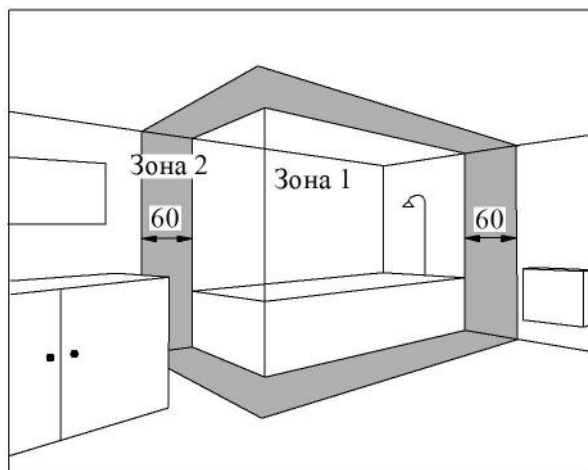

Рис. 4
4.6 Конвектор допускається встановлювати в приміщеннях з підвищеною вологістю – ванних кімнатах, душових, басейнах (рис. 4). При цьому установка конвектора забороняється: